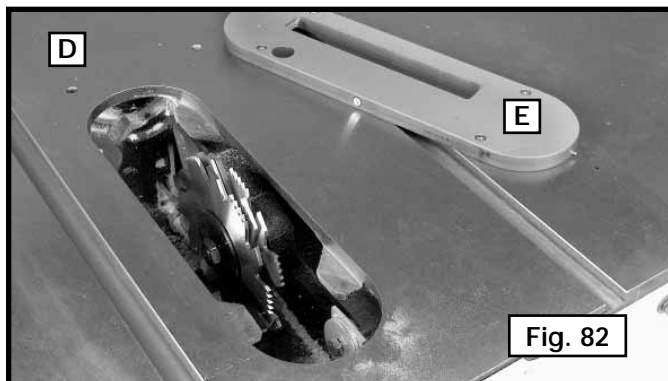

Fig. 82
Sujete el juego de cabezales para ranuras (D), Fig. 82, al eje de la sierra. Una operación típica del ranuras se muestra en Fig. 83